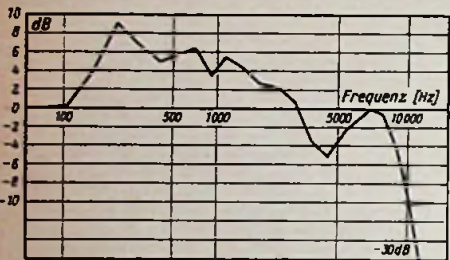
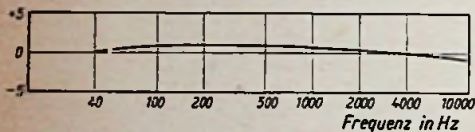
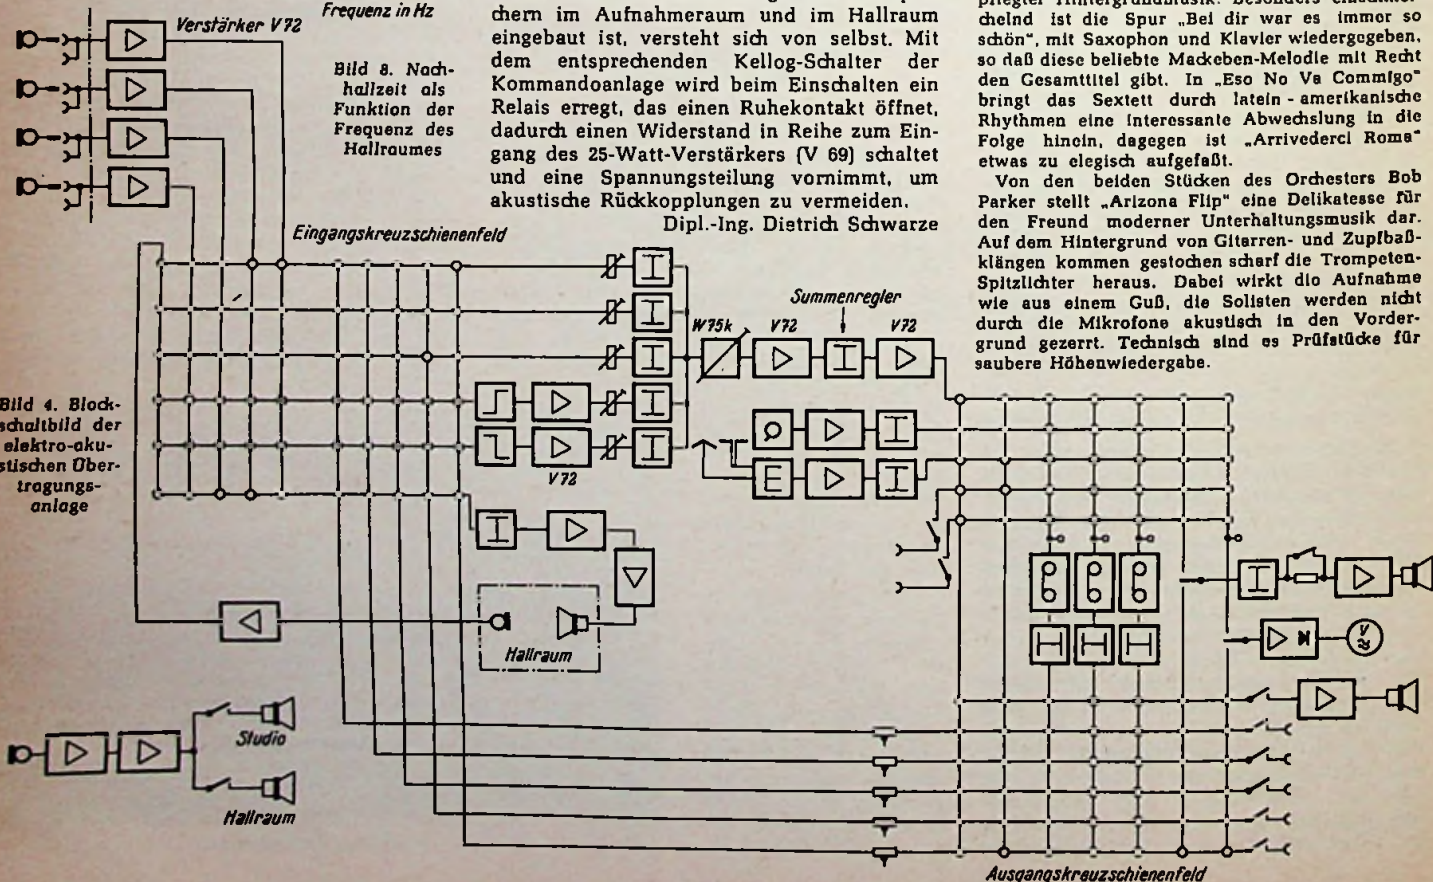

Bild 6. Wie Bild 5, jedoch Meßmikrofon im Abstand von 1,5 m ca. 45° seitlich zur Lautsprecherachse, dem Sitz des Toningenieurs
Bild 7. Frequenzverlauf der Übertragungsanlage (relative Pegel in dB)
Bild 4. Blockschaltbild der elektro-akustischen Übertragungsanlage
In Bild 4 rechts befindet sich ein Isolierbrettchen; es trägt die drei Widerstände, den Zündkondensator und in der abgewendeten Seite die Kontrollglimmröhre. Für sie ist ein Schauloch durch das Gehäuse zu bohren. Ferner wird auf der in Bild 4 dem Beschauer zugewendeten Seite ein kleiner Blattfederkontakt (k 1) montiert. Ein aufge kitteter Isolierpimpel ragt zur Betätigung durch ein weiteres Loch im Gehäuse nach außen. Der Zündüber-träger (Kreuzspulenwicklung) ist in der linken Kammer von Bild 4 untergebracht. Das gesamte Blitzlampenteil ist auch fertig montiert von der in der Stückliste genannten Firma lieferbar.
An Hand des Blockschaltbildes (Bild 4) sei die Gesamtanlage erläutert. Im Aufnahmeraum befinden sich vier Mikrofoneingänge, die wahlweise mit einem Kondensatormikrofon oder einem dynamischen Mikrofon beschaltet werden können. Diese vier Mikrofonkanäle führen über die entsprechenden Vorverstärker V 72 auf das Eingangs-Kreuzschienefeld des Regietisches. Mit sechspoligen Kleintuchelsteckern können die Eingangskanäle entweder direkt auf die Flachbahnregler W 68 der Firma Eckmiller oder über den Hörspielverzerrer H V 53 bzw. den Hoch-Tief-Entzerrer W 86 in Kombination mit je einem V 72 geschaltet werden. Die fünf Regler führen auf den Bandpaß - W 75k - V 72 - Summenregler - V 72 auf das rechte obere Kreuzschienefeld mit einem Pegel von 6 dB. Wiederum mit Kleintuchelsteckern können jetzt drei Magnetbandgeräte der Type M 5 gesteckt werden. Mit Hilfe zweier Kellog-Schalter kann selbstverständlich vor und hinter Band abgehört und gleichzeitig das Lichtzeigerinstrument U 70 (V) kontrolliert werden. Zum Abhören dient der große Telefunken-Schrank mit eingebautem Leistungsverstärker V 69. Meßergebnisse dieses Abhörschranks zeigen Bild 5 und Bild 6. Auf der unteren Hälfte des rechten Kreuzschienefeldes befindet sich das Ausgangsfeld, das ebenfalls an jeder Stelle einen Pegel von 6 dB aufweist. Zwei durchgehende vertikale Schienen des rechten Feldes gestatten eine direkte Umspielung von einer auf die anderen beiden Maschinen. Der Frequenzgang der Gesamtanlage ist Bild 7 zu entnehmen.